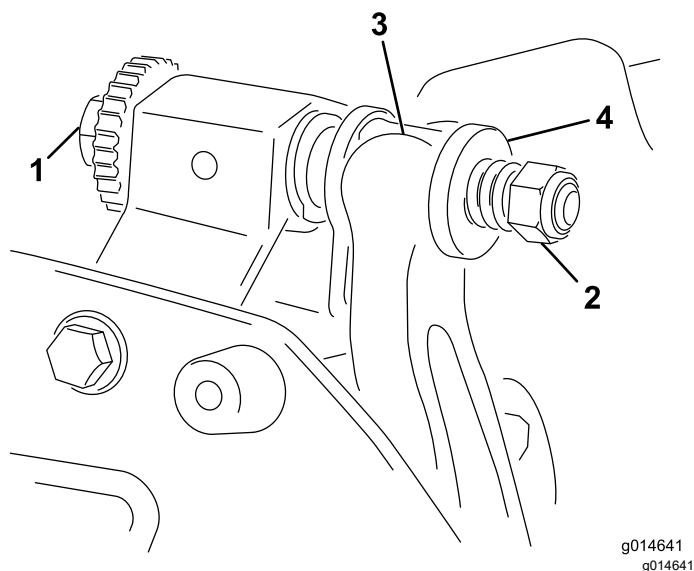

Figura 20
1. Rode o parafuso de ajuste da barra de apoio no sentido contrário ao dos ponteiros do relógio, para afastar a lâmina de corte do cilindro (Figura 20).
- Faça recuar a porca da mola tensora até que a anilha deixe de estar sob tensão contra a barra de apoio (Figura 20).
- Instale a barra de apoio, posicionando as aletas de montagem entre as anilhas e o parafuso de ajuste da barra de apoio (Figura 20).